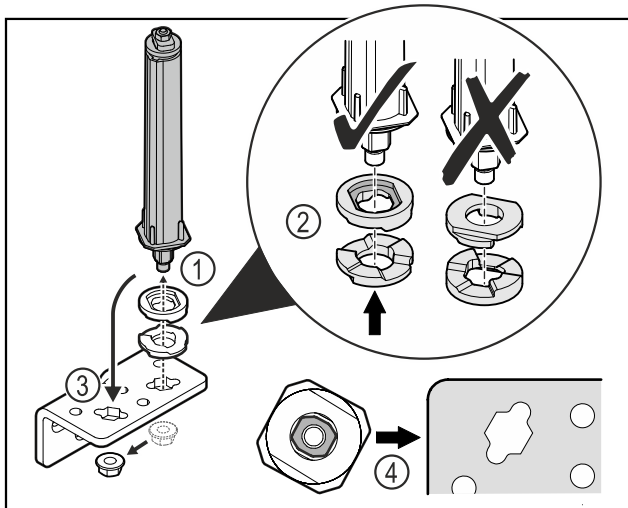

Fig. 47
- ▶ Löysää mutteri ja irrota oven lukitusjärjestelmä Fig. 47 (1).
- ▶ Huomioi korkeudensäätölaattojen oikea kohdistus Fig. 47 (2).
- ▶ Aseta oven sulkuyksikkö saranakulmassa toiseen paikkaan ja kiinnitä mutterilla Fig. 47 (3).
- ▶ Huomioi oven sulkuyksikön oikea kohdistus paikalleen asettamisen yhteydessä Fig. 47 (4).